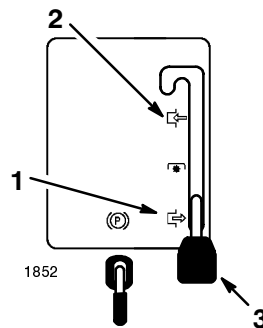

Figure 7
3. Mettez la commande des lames (PdF) en position débrayée (Fig. 7).